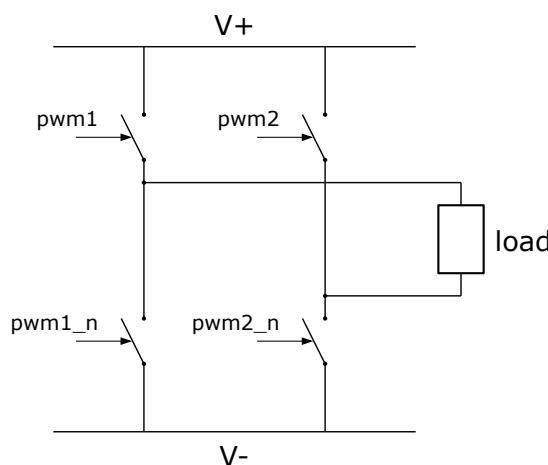

Abbildung 9: Schema eines H-Brücke
**3.1.1.1 Totzeit** Die Abbildung 9 zeigt das Prinzip einer **H-Brücke** und insbesondere die Gefahr eines Kurzschlusses, die entsteht, wenn beide **MOSFET** Treiber bei einem Zustandswechsel gleichzeitig geschlossen werden. Um dieses Problem zu lösen, muss eine Auszeit (Totzeit) vorgesehen werden. Die Abbildung 10 zeigt, wie sich diese Auszeit auf die **PWM**-Signale auswirkt.